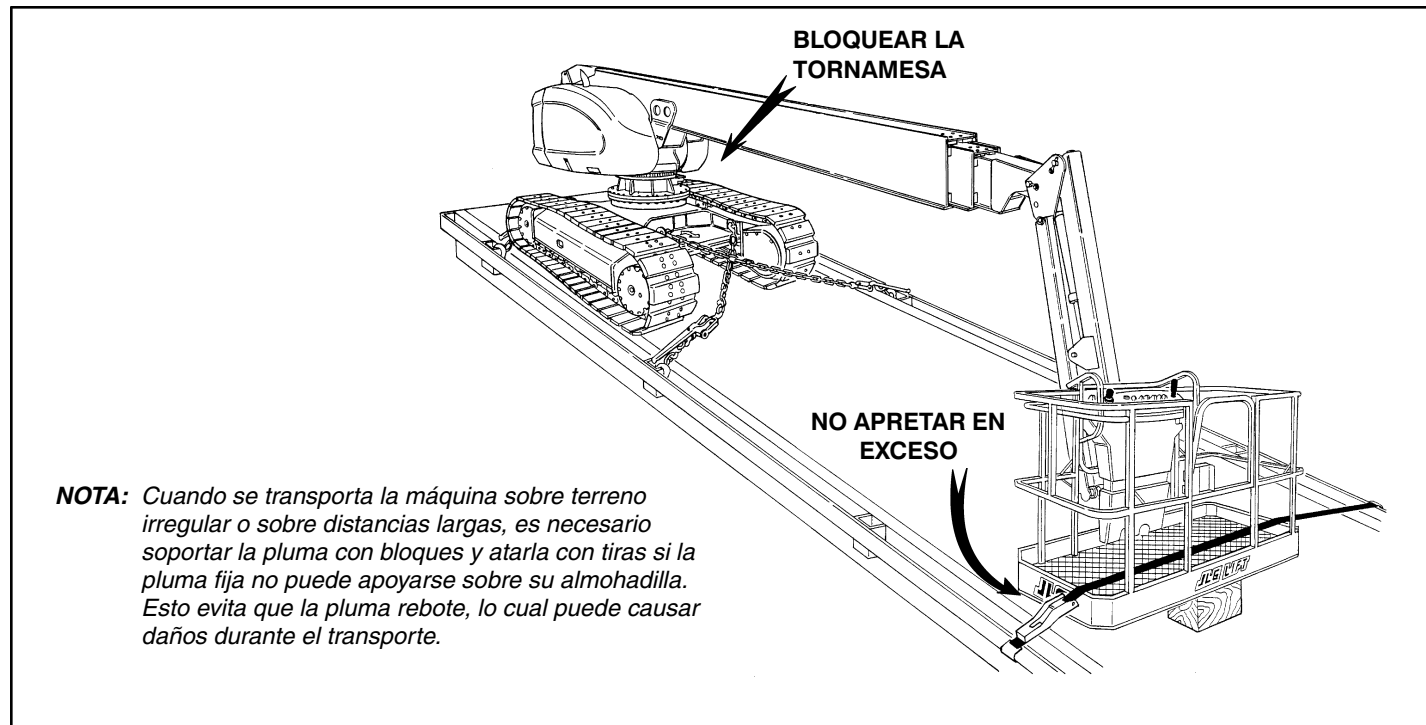

Figura 4-5. Amarre de la máquina
3. Fijar el chasis y la plataforma usando tiras o cadenas suficientemente fuertes que estén fijadas a los puntos de amarre designados. (Ver la Figura 4-5., Amarre de la máquina.)